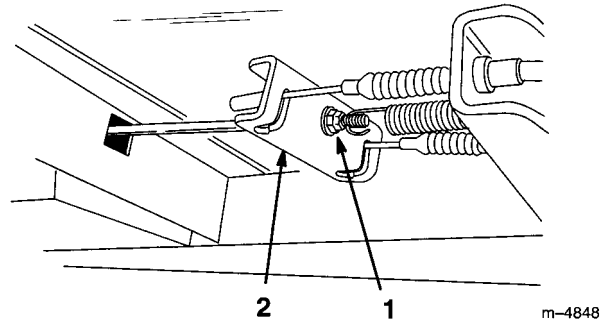

図 32
3. フロアパネル下にある調整ネジを締めてイコライザ部（図32）のケーブルのたるみをなくす。ブレーキペダルには若干の遊びが必要なので、締めすぎないように注意する。